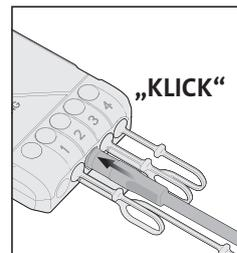

Abbildung 12
Schritt 3: Setzen Sie den Steckverbinder in den Terminalanschluss, bis die Taste klickt und die Verriegelung eingerastet ist. (Abbildung 12)